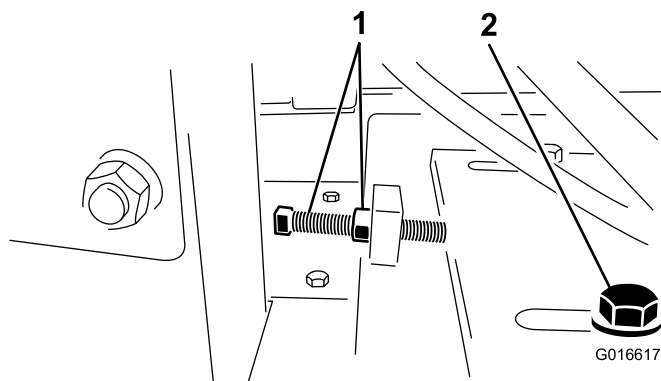

Figura 17
4. Afloje el perno tensor de la correa y la contratuerca, y mueva el motor hacia la carcasa del volante para aflojar la correa (Figura 17).
- Afloje el perno tensor de la correa y la contratuerca, y mueva el motor hacia la carcasa del volante para aflojar la correa (Figura 17).